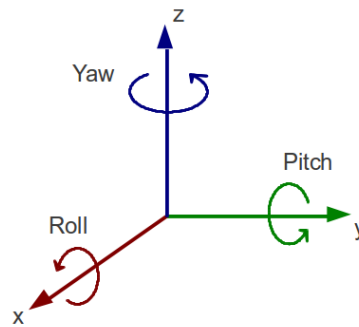

Figura 1: Sistema de referencia.
- **Roll, Pitch, Yaw:** [2] Los ángulos de navegación (ángulos de Euler) se utilizan para describir la orientación de un objeto en tres dimensiones como se puede observar en la Figura 1.